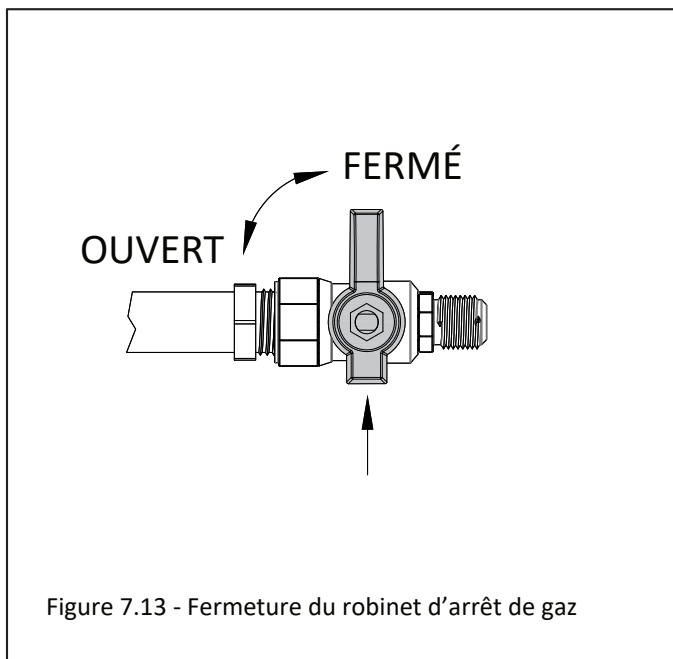

Figure 7.13 - Fermeture du robinet d'arrêt de gaz
1. En premier, repérez le robinet manuel d'arrêt de gaz principal (situé en amont du raccord d'alimentation de l'appareil) et fermez le robinet manuel d'arrêt de gaz (Figure 7.13). Ensuite, coupez l'alimentation électrique au foyer.